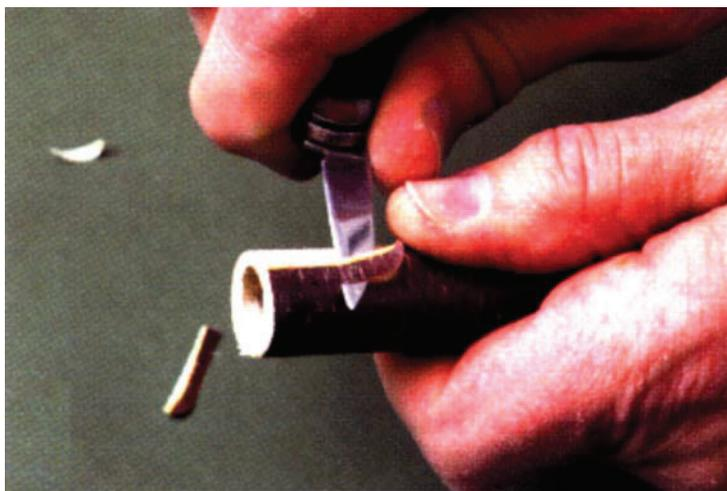

Figure A-3 Enlever l'écorce
2. Enlever l'écorce sur la moitié de la circonférence du côté du sifflet où se trouve le trou (voir figure A-3).